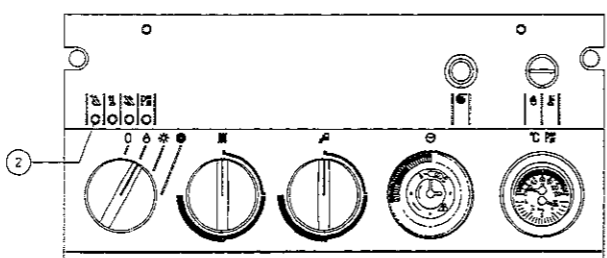

fig. 21
Nel caso in cui la caldaia non si dovesse accendere nell'arco di tempo di 9-10 secondi, diventerà rosso lampeggiante il led di funzionamento generale e si accenderà quello di blocco apparecchiatura (2); per ripristinare le condizioni iniziali basterà portare il selettore di funzione nella posizione di SBLOCCO Ⓢ (fig. 21), riportandolo quindi nella posizione desiderata; la caldaia ripeterà le manovre d'accensione automaticamente. Questo potrà succedere quando la caldaia rimane inutilizzata per parecchio tempo.